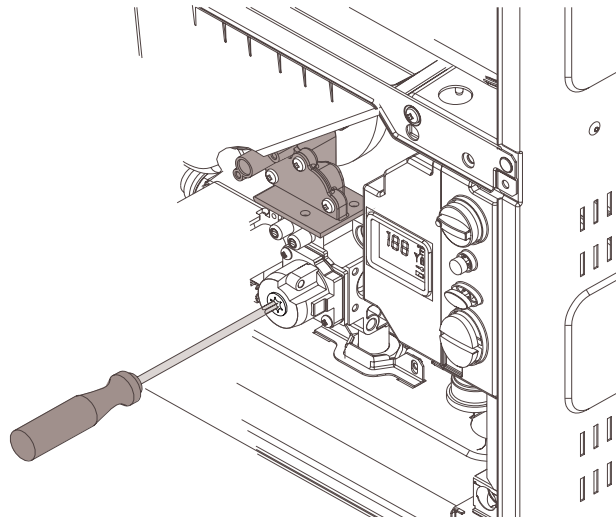

Fig. 45
- Enlevez le capuchon de vis Torx no 40 peint en jaune sur le devant de la valve à gaz (Fig. 45). Une vis Torx no 40 en plastique apparaîtra.